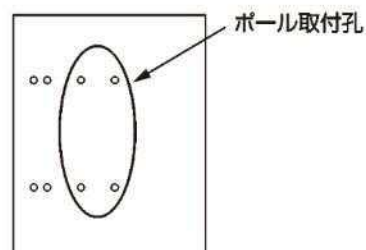

図2
- ・ノックアウト穴をあける。(図2)(パイプのようなものを入れる)